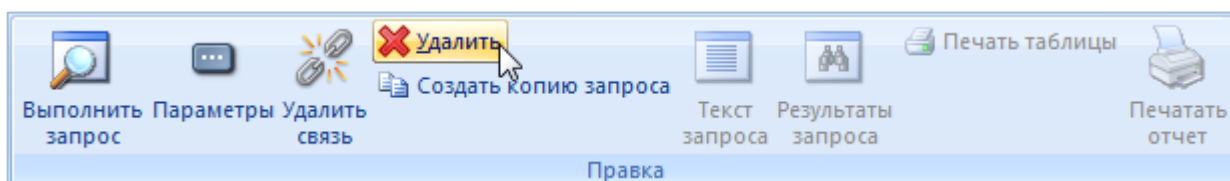

Рис. 7-7 – Кнопка «Удалить» панели «Правка»
- 3) Нажать кнопку «Удалить» панели «Правка» (рис. 7-7).